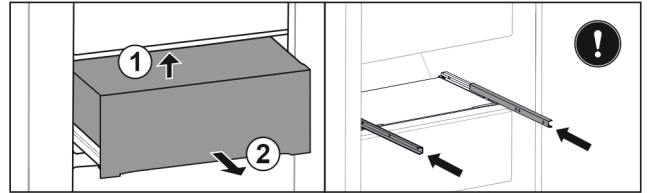

Fig. 35\*
- ▶ Ridicați de jos spate Fig. 35 (1).\*
- ▶ Extrageți spre înainte Fig. 35 (2).\*